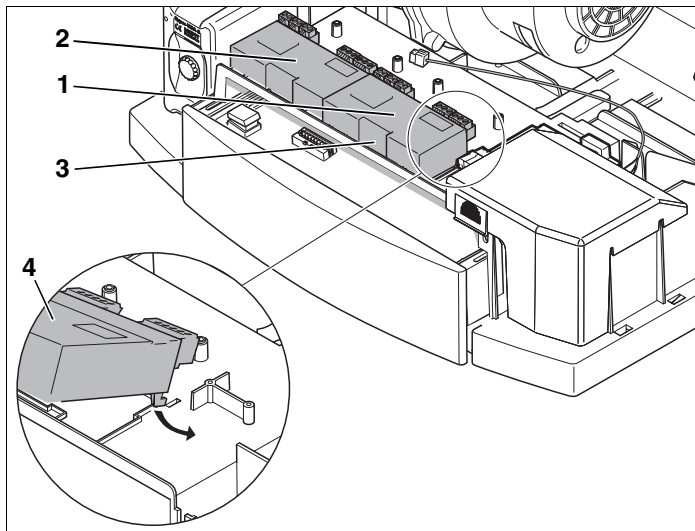

Abb. 2 Funktionsmodul einhängen und einrasten lassen
- Funktionsmodul (Abb. 2, **Pos. 4**) über die Rasthaken in die Aussparungen einsetzen und am Verschluss (Abb. 2, **Pos. 3**) einrasten lassen.